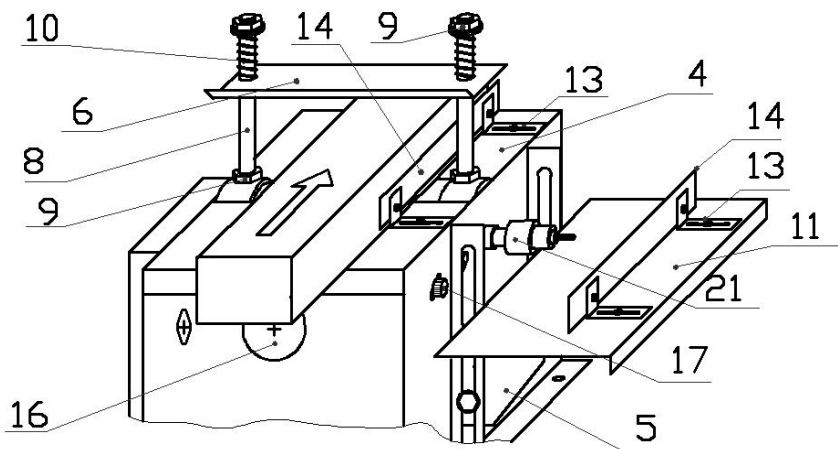
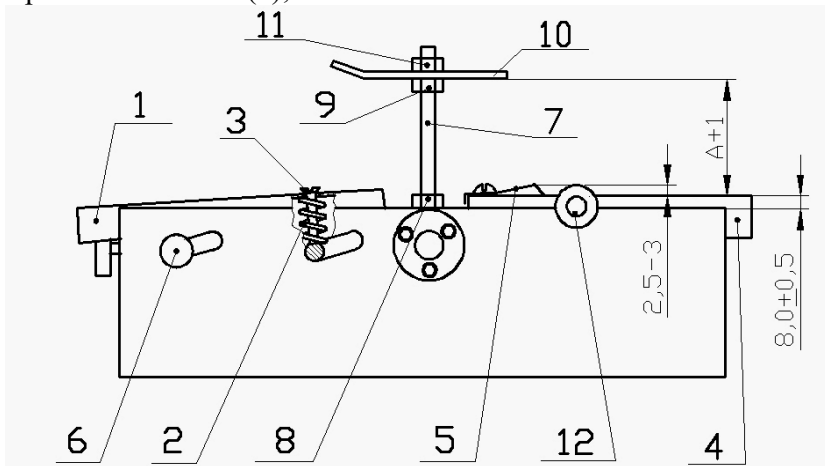
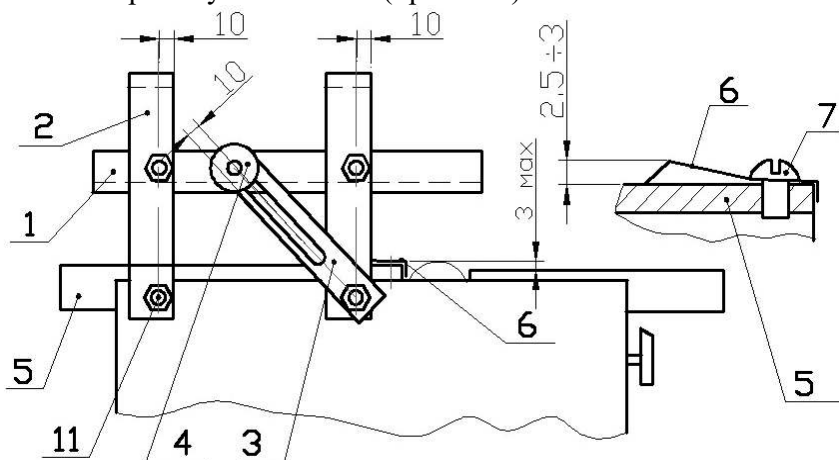

Рис. 6
Рис. 3
Рис. 4
4.3. Рейсмусное и концевое фрезерование, сверление. (Рис.6)
- Навернуть на конец вала сверлильный патрон (21);
- Установить на боковые уголки под валом кронштейны пыльного стола (5), пыльный стол (11), регулировочные уголки (13) и линейку (14). Отрегулировать необходимый размер обработки;
- Подавать материал при концевом фрезеровании и сверлении на конец сверла, при рейсмусном фрезеровании – между столом и фрезой вдоль направляющей линейки (14) не перегружая инструмент во избежание изгиба вала. **Внимание:** Вылет тела фрезы из патрона не должен превышать 30мм! Глубина резания – не более 15мм.
4.4. Пиление продольное, поперечное, под углом. (Рис.3, 7, 8, 9)
- Закрутить вниз винты (3) и подать штурвалом передний стол (1) в крайне верхнее положение, установив его выше заднего стола (4) на 2-3 мм (Рис.3);
В случае острой необходимости проведения обычного строгания на моделях Р и Р2 необходимо (см. Рис.3):
- Для моделей Р - снять пружинную пластину (5);
- Для моделей Р2 - снять подающий вал (12) с заднего стола (4) (если он установлен), для чего:
- разкрепить 4 болта крепления заднего стола к стенкам корпуса и снять задний стол (4);
- вынуть из стенок корпуса подающий вал (12) вместе с опорами;
- установить передний стол (1) штурвалом в крайне нижнее положение и зажать регулировочные винты (3);
- установить задний стол (4) на место параллельно стенкам корпуса в соответствии с размерами на Рис.3. При этом передний стол (1) должен иметь небольшой подъем ($1 \div 1,5$ мм) по отношению к заднему столу;
- Установить на задний стол (поз.4 на Рис.6) регулировочные уголки (13) и направляющую линейку (14) (при строгании под углом – дополнительно установить угловую линейку);
- Ввернуть шпильки (8) в опоры вала, и, не доводя до подшипников, законтрить их гайками (9), навернуть на шпильки гайки, одеть прижим (6), шайбы, пружины (10). Отрегулировать прижим (6) на требуемую высоту (на 5-10 мм меньше толщины материала) и поджать пружины гайками (9);
- Регулировку глубины строгания производить вращением штурвала (16), после чего фиксировать положение стола контрольным винтом (17) с правой стороны станка.
- Производить обработку, подавая материал вдоль направляющей линейки (14) «по волокну» материала, исключая подрыв материала;
При дальнейшем рейсмусовании – установить на место подающий вал или пружинную пластину и отрегулировать стол по Рис.3.
Операции, выполняемые на станке, показаны на Рис.3÷12. Стрелками указано направление движения режущего инструмента и подача.
4.1. Рейсмусование. (Рис. 3). (для всех модификаций Р)
- Проверить выставление ножей на 1,0 мм выше кромки заднего стола (4) и проворачиваемость строгального вала;
- Зажать (закрутить вниз) регулировочные винты (3);
- Установить передний стол (1) на 2 мм ниже заднего стола (4) штурвалом подачи переднего стола, после чего фиксировать положение стола контрольным винтом (6) с правой стороны станка;
- Отпустить винты (3) на 5 мм вверх и проверить подвижность переднего стола вверх и вниз под действием пружин (2) нажатием руки; в случае необходимости подрегулировать размер винтами (3);
- Ввернуть в опоры вала шпильки (7) и, не доводя до подшипников, законтрить их гайками (8);
- Навернуть на шпильки (7) опорные гайки (9), надеть на шпильки прижим (10) и закрепить его шайбами и гайками (11), выдерживая размер обработки $A+1$, где A – необходимый размер обработки; **Пружины на шпильки не устанавливать!;**
- В случае применения устройства быстрой регулировки размера рейсмусования (УБР) (для модификаций К), установите его в соответствии с Инструкцией по сборке УБР и Рис.4.
- Положите на передний стол обрабатываемый материал и прижмите его рейсмусным столом (1) УБР, после чего затяните гайки (4) крепления рейсмусного стола;
- При необходимости подрегулируйте размер рейсмусования, перемещая рейсмусный стол УБР (поз.1 на Рис.4) или прижим (поз.10 на Рис.3) вниз или вверх.
В модификации Р2: Пружинная пластина (5 на Рис.3; 6 на Рис.4) не устанавливается. В случае проскальзывания доски по обрешиненному валу (12 на Рис.3) следует опустить ножи ниже от плоскости заднего стола (4 на Рис.3), а, при тугом вращении вала, соответственно, поднять ножи выше.